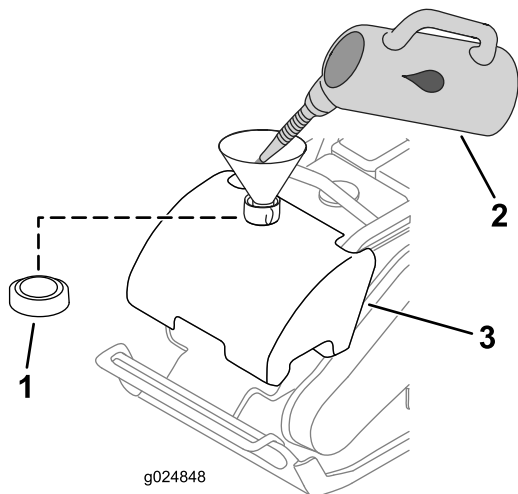

Figura 9
1. Retire el tapón del depósito de agua (Figura 9).
2. Llene el depósito de agua (Figura 9).
3. Instale el tapón en el depósito de agua (Figura 9).